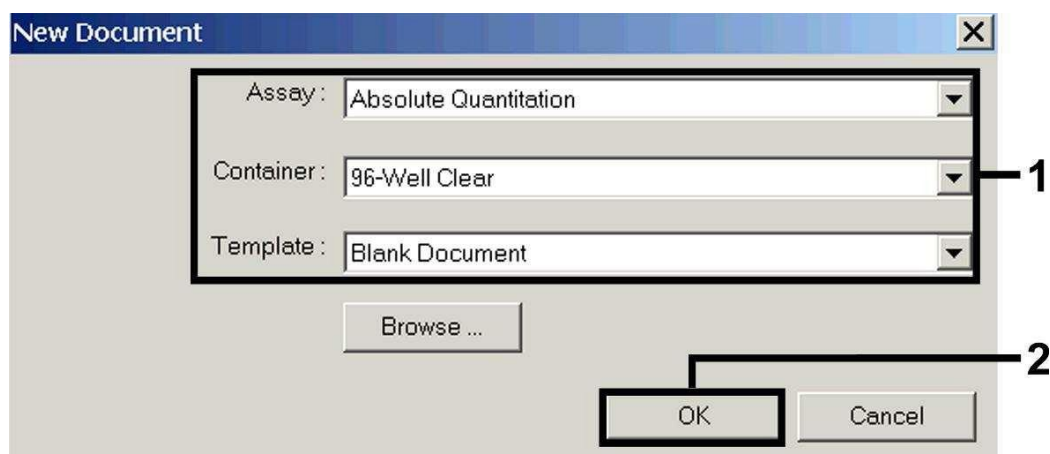

Fig. 3: Ajustes al crear un nuevo ensayo de PCR (*New Document*).
Seleccione en el ABI PRISM 7000 SDS la opción *New* del menú *File* e introduzca los siguientes ajustes básicos para el nuevo documento (véase la Fig. 3). El ensayo (protocolo) almacenamiento anteriormente (*SDS Template* [*.sdt]) aparece en la lista *Template* o bien puede seleccionarlo mediante la función *Browse* (véase 8.5.1.5 Almacenamiento de la reacción de PCR). Confirme sus datos (OK).